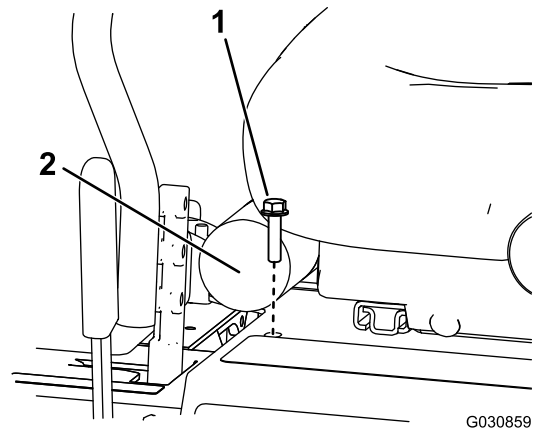

Figura 9
3. Installate un bullone (5/16" x 1¼") nel foro per fissare la piastra del sedile (Figura 9).